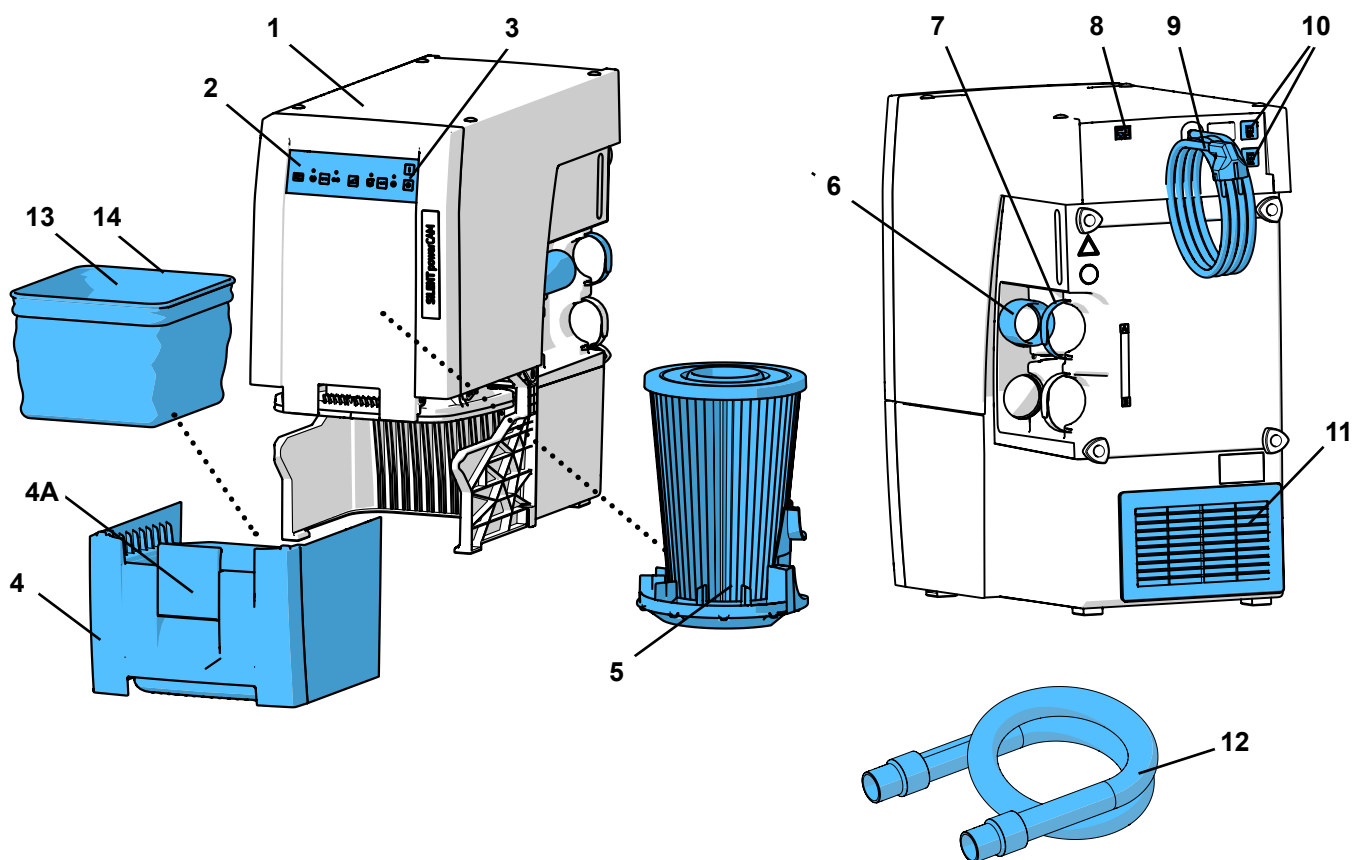

Fig. 1
- udsugningsluftudgangen (11, Fig. 1) ikke påvirkes.
- Ekstern udsugningsluftføring (A) (se kap. 4.6).
- Åbning i skabets bagvæg (B), min. 250 x 120 mm, direkte over for udsugningsluftudgangen (11, Fig. 1).
- Fjern skabets bagvæg (C), afstand mellem skabets bagside og væggen min. 50 mm.
- ⇒ Rul netkablet (9, Fig. 1), og sæt netstikket i bygningsinstallationens stikdåse.